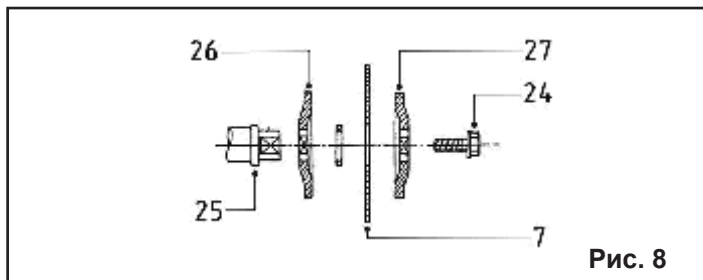

Рис. 8
Установите внутренний фланец (26), Рис.8, переход-
ное кольцо, соответствующее посадочному отверстию вашего диска, пильный диск (7) на шпиндель (25), как показано на Рис.8; убедитесь, что зубья пильного диска направлены вниз в его передней части.
Установите внешний фланец (27) и болт с шестигранной головкой (24), Рис.8, и, используя торцевой ключ, затяните шестигранный болт (24), Рис.7,8, вращением против часовой стрелки, все время придерживая в нажатом состоянии кнопку блокировки пильного диска (23), Рис.5. Установите на место верхний кожух (2) и затяните винты (21) и (22), Рис. 4.